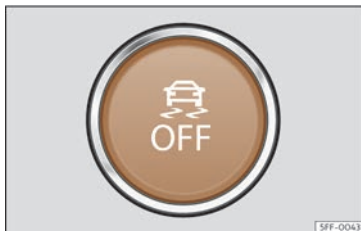

**Fig. 172** Sur la partie inférieure de la console centrale : bouton d'activation/désactivation de l'ESC
- L'ESC en mode « Sport » peut être désactivé et activé par pulsion brève sur le bouton  de la console centrale» **fig. 172**.
- L'ESC peut être désactivé et activé par pulsion longue sur le bouton  de la console centrale» **fig. 172**.